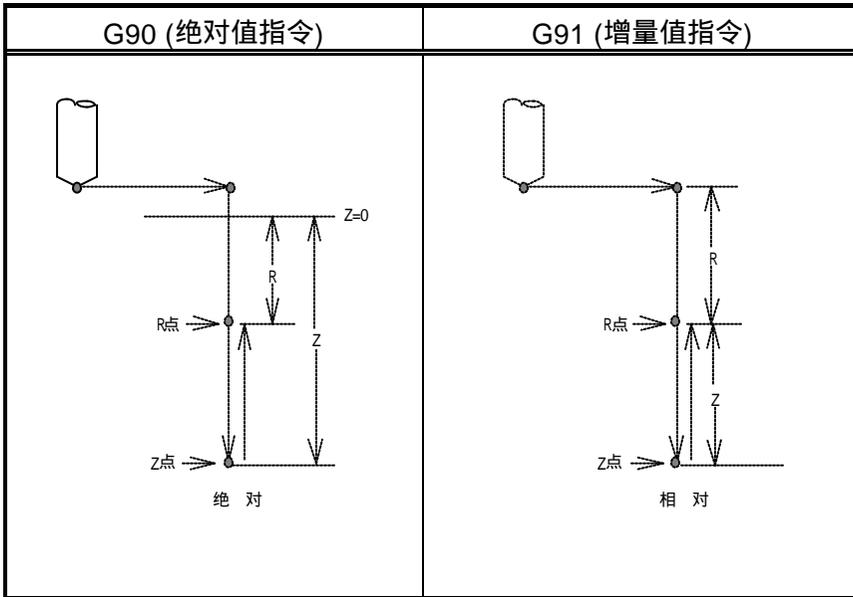

图13.1 (B) 固定循环的绝对值指令和增量值指令
(A) G90, G91相对应的数据给出方式是不同的，如图13.1(B)所示。
(B) 在返回动作中，根据G98和 G99的不同，可以使刀具返回到初始点平面或 R点平面。指令G98和 G99的动作如图13.1(C)所示。